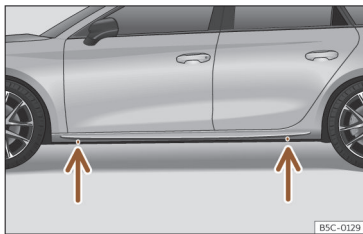

Fig. 235 Puntos de apoyo del gato.
- Busque en el larguero la marca del punto de apoyo del gato (zona hundida) más cercano a la rueda a cambiar >>> fig. 235.